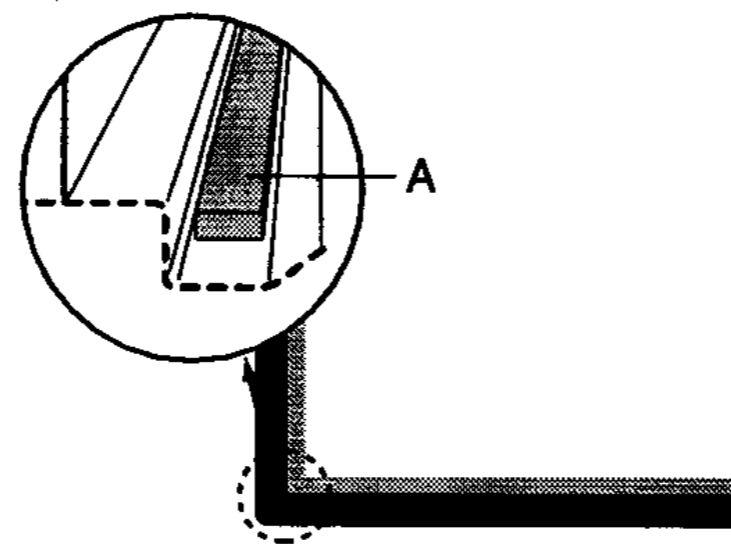

Abb. 6
- Mitgeliefertes Abdichtungsband (A) unter den Rand des Kochfeldes kleben (siehe Abb. 6).